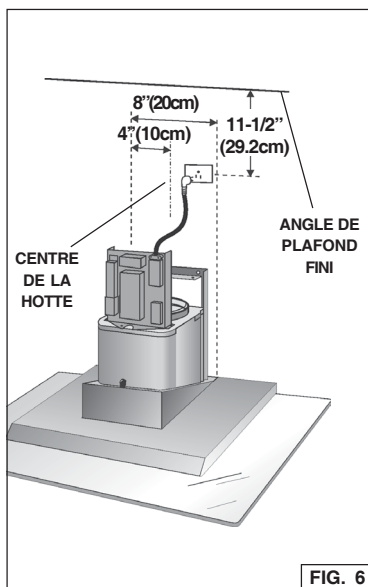

FIG. 6
1. Bien organiser l'endroit où la hotte sera placée au-dessus du plan de cuisson. Voir la section "INSTALLATION ÉTRIÉR D'ASSEMBLAGE" pour les options relatives à la hauteur de montage de la hotte. Fig. 6.